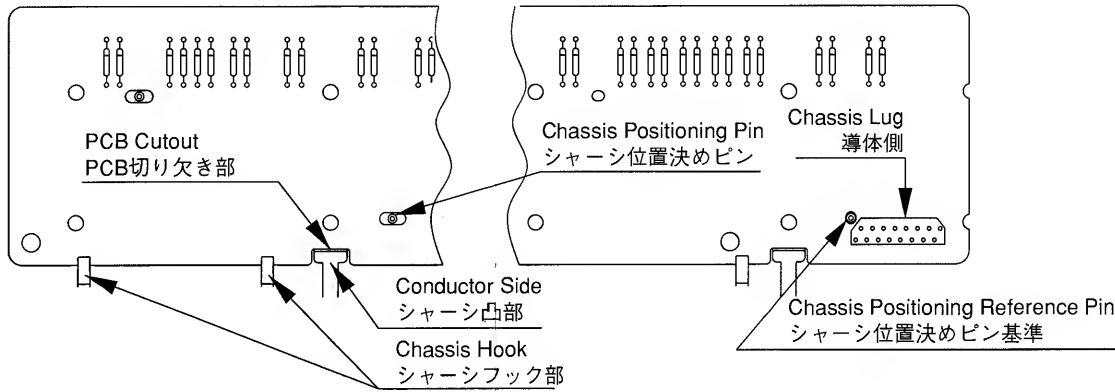

Fig.3
2) Next, aligning the cutouts in the PCB with the lugs on the chassis, put one side of the PCB into the chassis hooks. Place the PCB on the chassis so that the chassis positioning pins fit into the PCB positioning holes. (See Fig. 3.) At this point, the chassis positioning reference pin should first be fitted into the hole. There are two PCBs, LOW and HI, as shown in Fig. 4. The chassis positioning reference pins are located near the connector on each of the LOW and HI PCBs.
2)次に、PCBの切り欠き部とシャーシの凸部を目印として、シャーシフック部にPCB端面をさみ込み、シャーシ位置決めピンにPCBの位置決め穴がはまるようにPCBをおきます。(Fig.3参照)このとき、シャーシ位置決め基準ピンを最初に合わせるようにして下さい。PCBはFig.4で示されるようにLOW、HIの2枚で構成されており、シャーシ位置決め基準ピンはLOW、HIともにコネクター付近に配置されています。